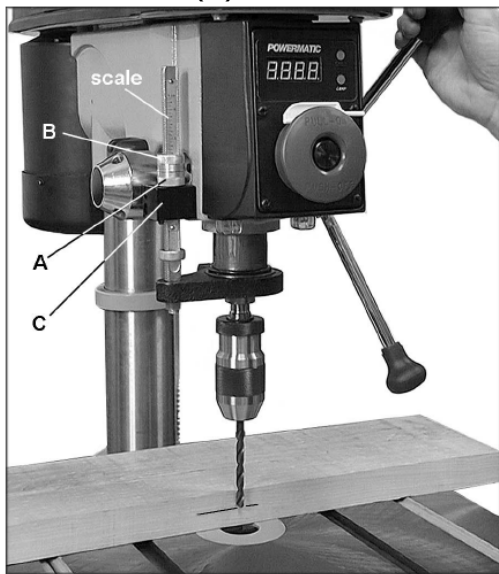

Рис. 18
2. Поверните нижнюю гайку (А, Рис. 18) к необходимому значению на шкале.
3. Выверните верхнюю гайку (В, Рис. 18) с нижней гайкой. Это предотвратит движение нижней гайки, так как она прочно сидит на посадочном месте (С, Рис. 18).
Если Вам не нужна высокая точность сверления, можно опустить сверло до необходимой глубины, как показано на Рис. 18 и затянуть обе гайки (А и В) на посадочном месте (С).